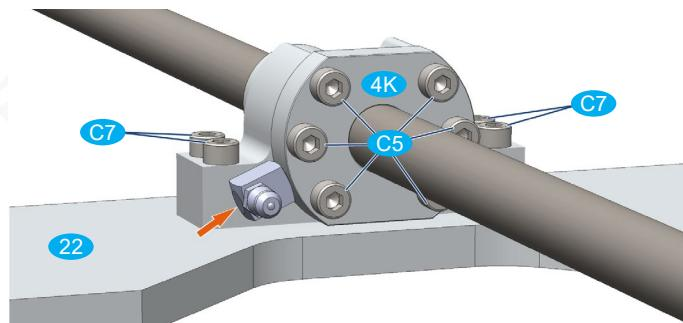

Bild 23: Montage Flanschbock
- Befestigungsschrauben **C5** Kugelumlaufmutter am Flanschbock X festziehen (siehe Bild 23). Schraubenanzugsdrehmoment: 6 Nm
- Befestigungsschrauben **C7** des Flanschbock X am Portalunterzug vorsichtig festziehen (siehe Bild 23).